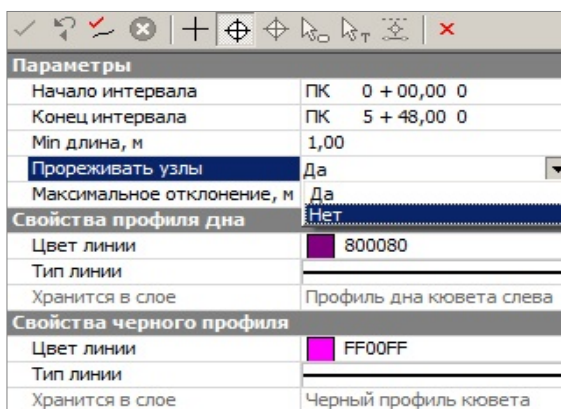

Рис. 21.4
2. В окне параметров можно изменить значение минимальной длины участка профиля, который может быть создан в результате расчета, а также выполнить прореживание узлов, тем самым объединяя короткие отрезки профиля между расчетными точками (шаг расчета принят  $\approx 1$  м) с незначительным изменением уклона в отрезки большей длины (рис. 21.4).